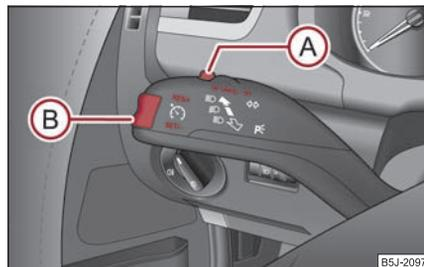

Fig. 124 Palanca de mando: Balancín y conmutador del sistema regulador de la velocidad
- Pulsar el conmutador **(A)** ⇒ fig. 124 desplazándolo a la posición **ON**.
- Pulsar el conmutador **(A)** ⇒ página 108, fig. 124 desplazándolo a la posición **OFF**. ■